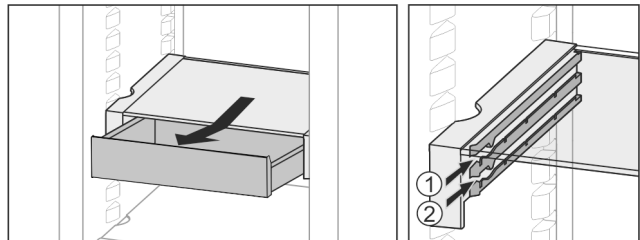

Fig. 30
- ▶ In beliebiger Höhe Fig. 30 (1) oder Fig. 30 (2) einschieben.